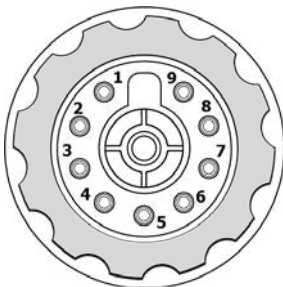

Рис. 8.6. Панельный разъем плазмотрона.
5. Разъём для подключения плазмоторна (См. рис. 8.6).